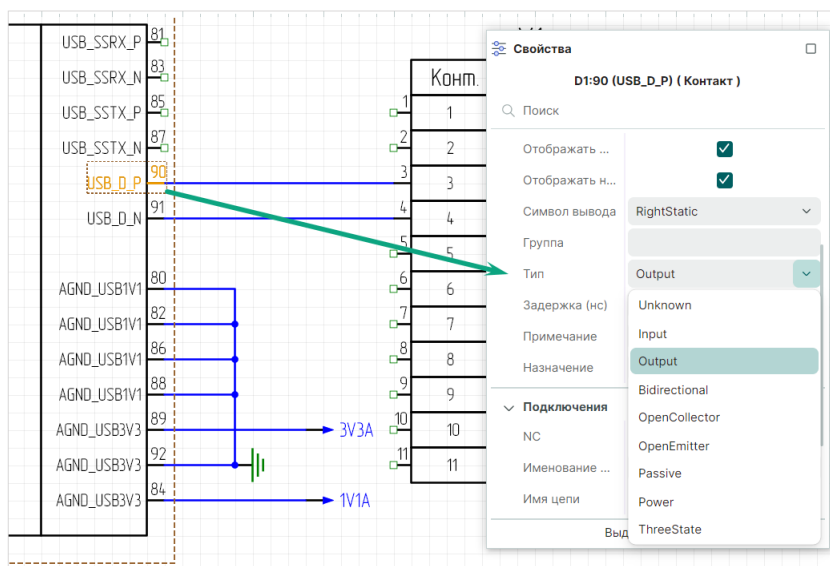

Рис. 158 Определение типа контакта элемента диффпарной
2. В окне «Свойства» → «Вывод» → «Тип» выберите тип контакта Output, см. Рис. 158.